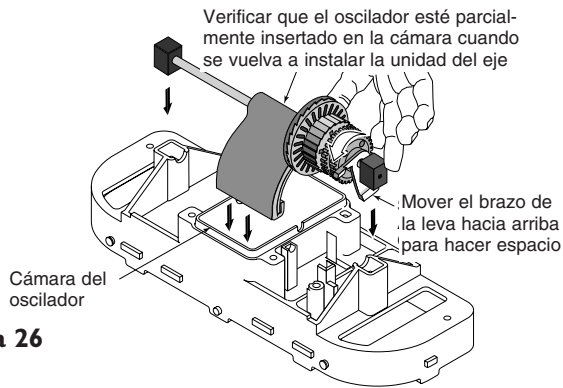

Figura 26
3. Instale el eje largo de transmisión y los bloques terminales en el cabezal de limpieza con el brazo grande de la leva hacia abajo (Consultar la Figura 26).